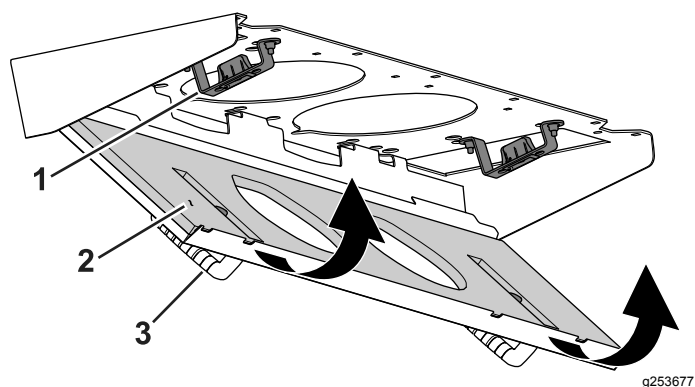

Рисунок 117
4. Поверните сетчатый фильтр вокруг монтажных лепестков так, чтобы защелка зафиксировалась в креплении защелки в сборе (Рисунок 117).